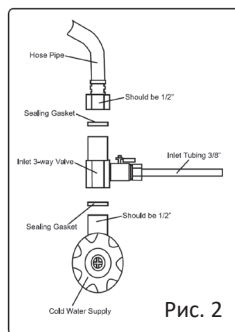

Рис. 2
1. Отключите подачу воды. Разъедините место соединения трубопровода. Установите в место соединения адаптер входа из комплекта системы в соответствии с рис. 2.
2. Возьмите трубку 3/8" из комплекта поставки системы. Отрежьте ее часть соответствующей длины и соедините один конец с адаптером входа, а второй – с портом входа воды системы в соответствии с рис. 2. Убедитесь, что оба соединения плотные.